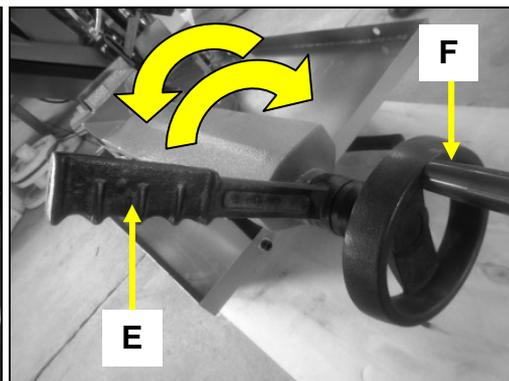

Fig 42
- Basculez la manette de serrage (E) afin de libérer la mâchoire mobile (D) (Fig 42).
- Tournez la manivelle (F) pour positionner la mâchoire mobile (D) tout près de la pièce (à environ 2mm).
- Ramenez la manette (E) pour bloquer la mâchoire mobile.